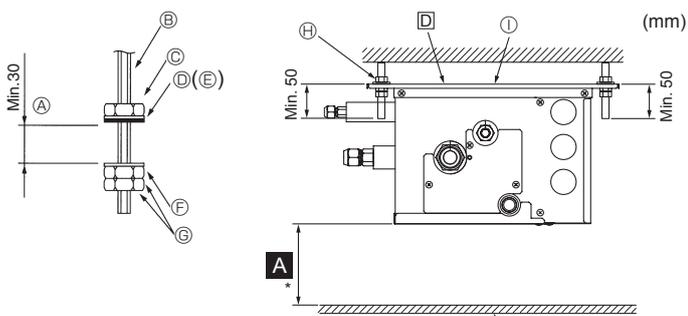

Fig. 6-1
- (2) Fissare rondelle e dadi (①, ②, non in dotazione) sui bulloni di sospensione. (Fig. 6-1)
- (3) Appendere l'unità ai bulloni di sospensione.
- (4) Serrare completamente i dadi (controllare l'altezza del soffitto).
- (5) Usare una livella per regolare in bolla la scatola delle derivazioni.
- Ⓓ Rondella (con spessore) ①
- Ⓕ Rondella (senza spessore) ②